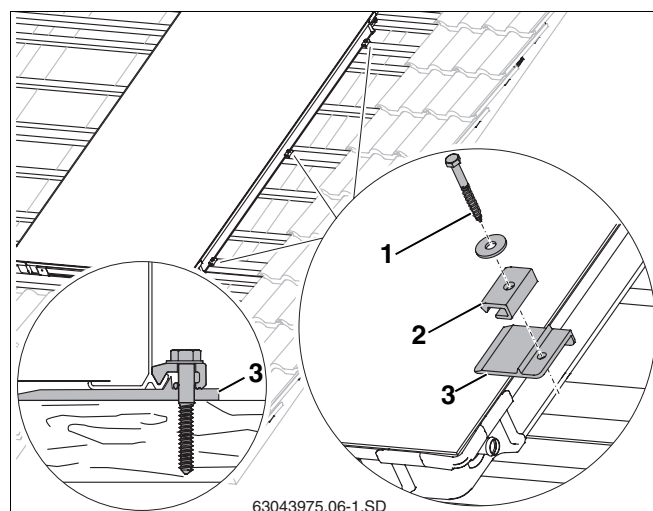

Fig. 23 Colocar y atornillar el primer colector
- Eleve ligeramente el colector y deslice por debajo del colector las placas espaciadoras del lado derecho (fig. 23, **pos. 3**) situadas sobre el 2º y el 3er listón adicional, así como en la parte central del colector sobre un listón hasta que la elevación de las mismas haga tope en el borde del colector.
- Es necesario realizar previamente un taladro de 4 mm para el tornillo (fig. 23, **pos. 1**).
- Fije los elementos unilaterales de sujeción (fig. 23, **pos. 2**) con tornillos 6 x 40 (fig. 23, **pos. 1**) y arandelas (utilice una llave de tamaño 10).